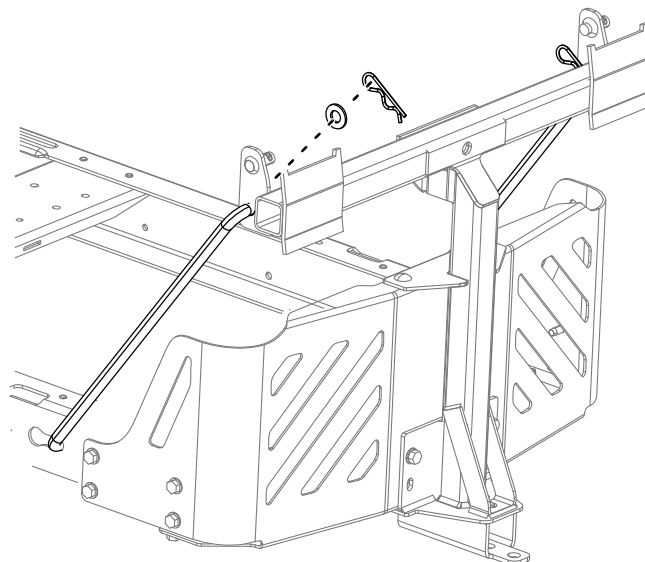

Bild 13
4. Setzen Sie das gebogene, flache Ende einer Stange in den verkeilten Schlitz an der linken Seite des Maschinenrahmens ein und bewegen die Stange nach hinten, damit sie im Rahmen sitzt (**Bild 13**).
5. Setzen Sie die gebogenen Enden der Stangen in die Anbaugerätaufhängung ein, wie in **Bild 13** abgebildet, und befestigen Sie das Ende jeder Stange mit einer Scheibe und einem Splint.